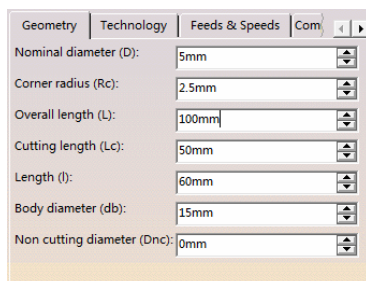

图 5-99 定义刀具参数 (3)
- 单击“More”按钮，单击“Geometry”选项卡，设置刀具参数（3）如图 5-99 所示。